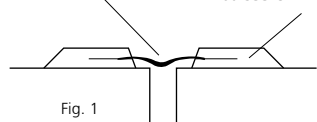

Fig. 1
- dépolier parfaitement le fond de l'engravure, appliquer une couche de **532 UTAREP H 80 C*** ou **533 UTAREP H 80 F*** à la spatule, placer **263 LANKOPONTAGE** en formant une « lyre » dans le joint et coller les deux rabats en polyester non tissé en les marouflant de manière à éliminer les poches d'air et faire ressortir la colle époxy en bordure (Fig.1).